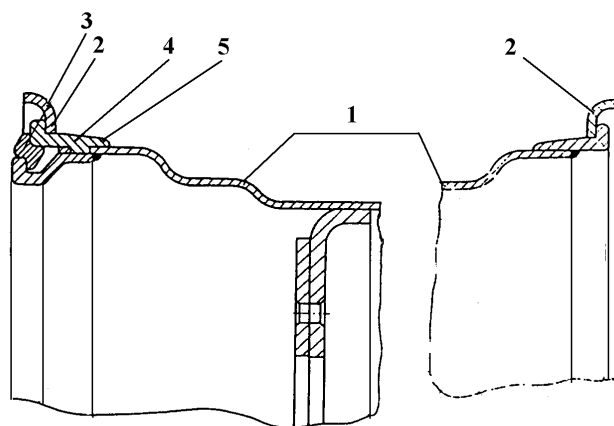

Рис. 23. Колесо дисковое разборное
- б) бортовое кольцо надежно замкнуло на ободе посадочное съемное и замочное кольца (рис.23);